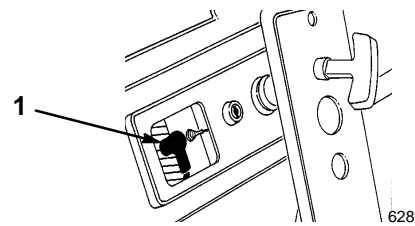

Figure 20
3. Débrancher la bougie et la déposer (Fig. 20).